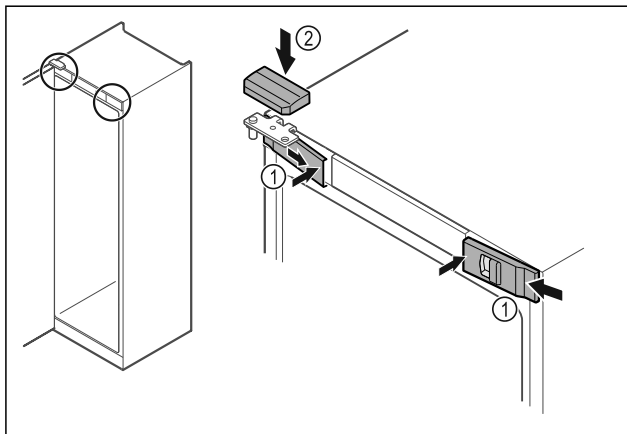

Fig. 37
- Aizkabiniet sānos priekšējos pārsegus Fig. 37 (1) un iekšpusē nofiksējiet.
- Nofiksējiet augšējo pārsegu Fig. 37 (2) no augšpuses.